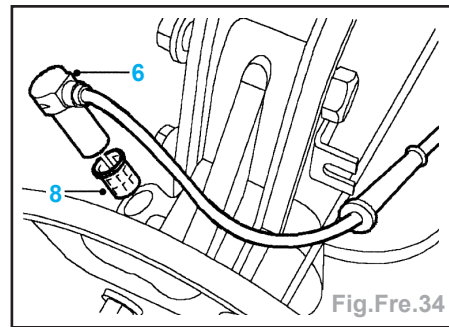

Fig.Fre.34
- la fiche multibroches (3) de capteur de l'attache de carrosserie et débrancher la fiche,
- les 3 viroles (4) de faisceau de capteur des supports de suspension AR et de la caisse,
- le faisceau (5) de capteur de l'attache sur le flexible de frein AR,
- Déposer (Fig.Fre.34) :
- le capteur (6) et le faisceau,
- la bague (8) du moyeu AR.